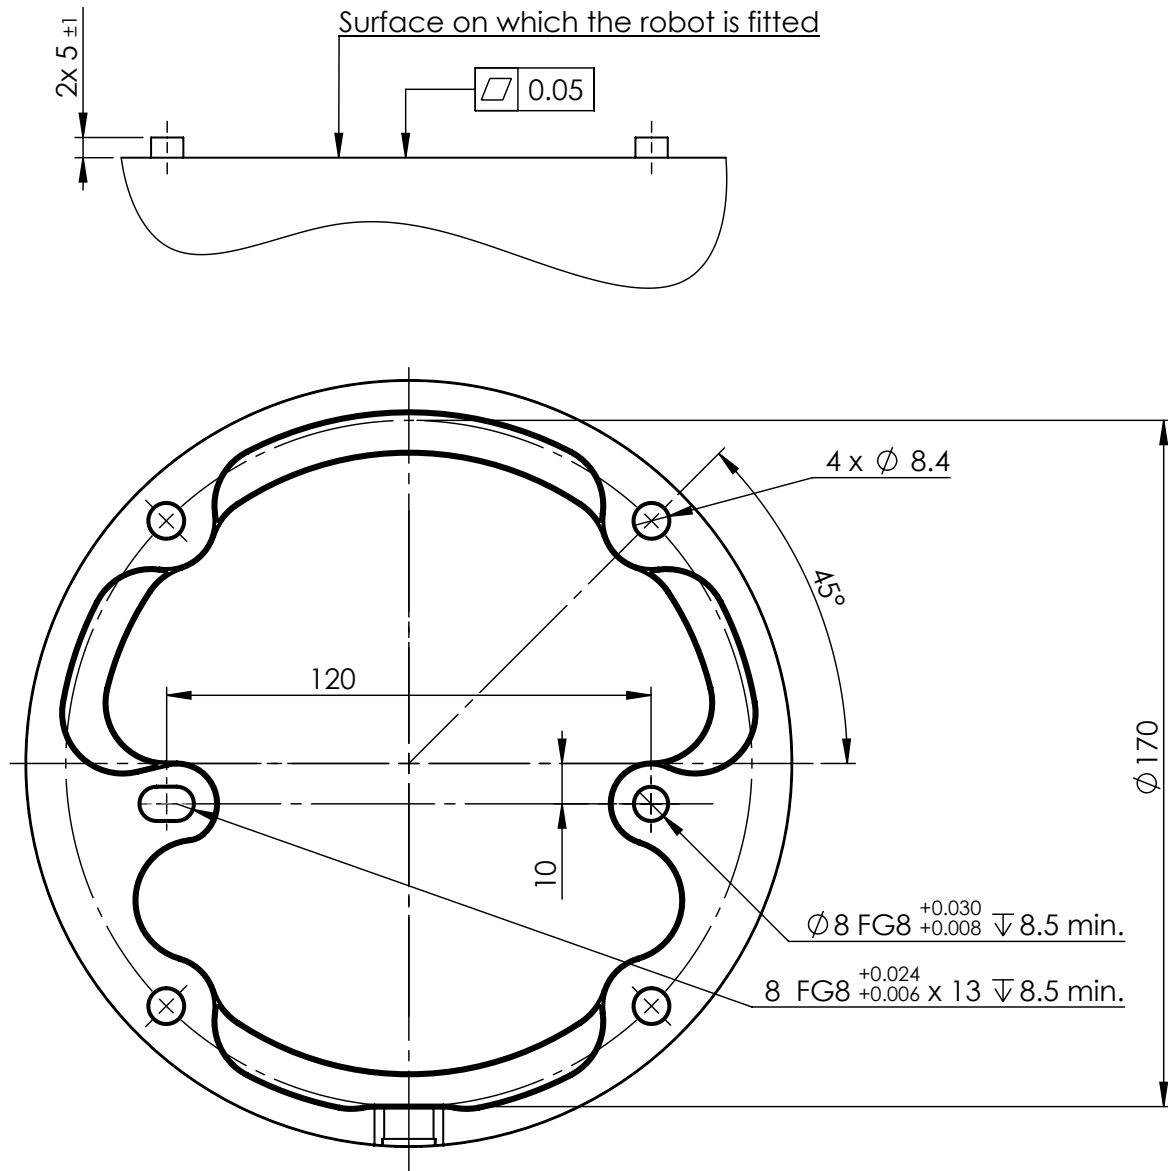

FIGURE 4.1 – Trous de montage du robot. Utiliser quatre boulons M8. Toutes les mesures sont en mm.
**Bras du robot** Le Bras du robot est installé à l'aide de quatre boulons 8.8 de force M8 et quatre trous de montage 8.5 mm à la base. Les boulons doivent être serrés avec le couple 20 N m . Utilisez les deux trous  $\varnothing 8$  , fournis, avec une broche, pour repositionner le Bras du robot avec précision. Remarque : Vous pouvez acheter une contrepartie de base de précision comme accessoire. La figure 4.1 indique où percer des trous et monter les vis.